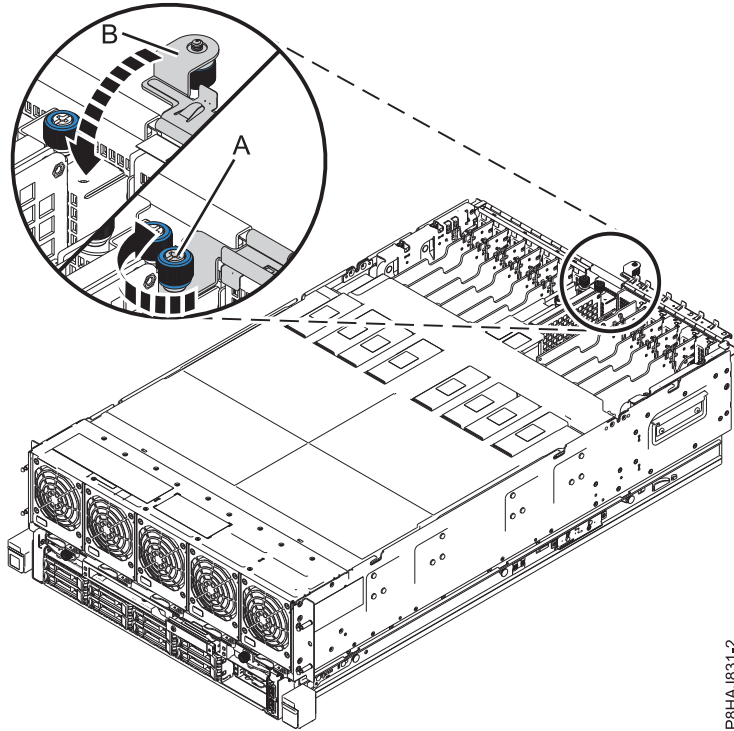

Figura 34. Cierre del pestillo de E/S
2. Cierre el pestillo de acceso de servicio (B) empujándolo hacia el chasis tal como muestra la Figura 34 en la página 57.
3. Apriete el tornillo de mano (A) girándolo en la dirección que se muestra para fijar el pestillo al chasis.